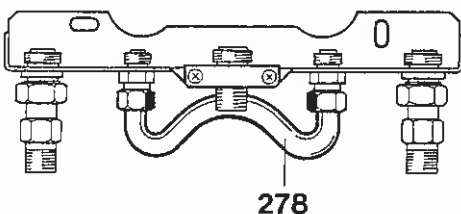

Fig 17
Ønskes kedlen anvendt uden varmtvandsbeholder, skal der indbygges en kortslutningsforbindelse (278) mellem frem- og returløb til beholder (se fig 17).